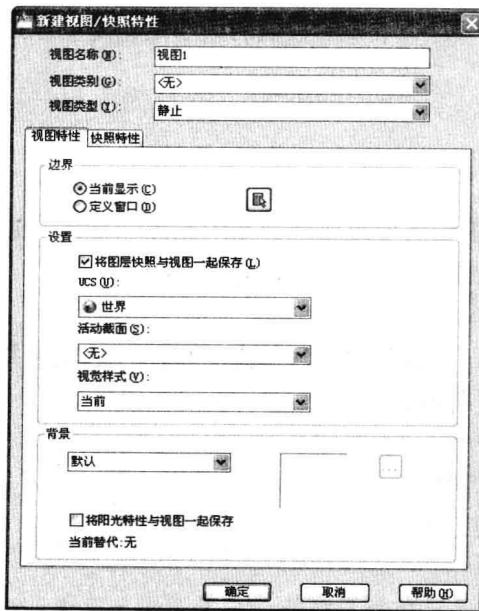

图 2-5-4
- (1) 打开一个图形文件，缩放并调整视图显示区域。
- (2) 单击“视图”选项卡，在“视图”面板中单击“命名视图”，打开视图管理器对话框。
- (3) 单击“新建”按钮，打开新建视图/快照特性对话框，如图2-5-4所示，输入视图名称为“视图1”，单击“确定”按钮，即可创建新的命名视图。